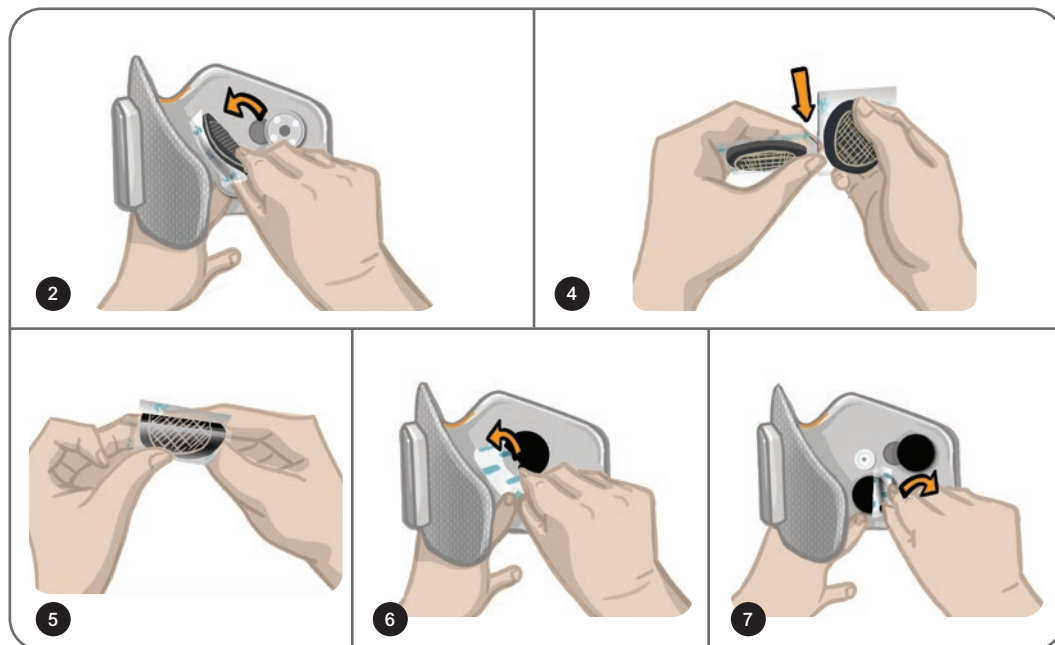

Ilustración 8-6: Sustitución de los Electrodos Hydrogel
**Para sustituir los Electrodos Hydrogel: (consulte la ilustración 8-6):**